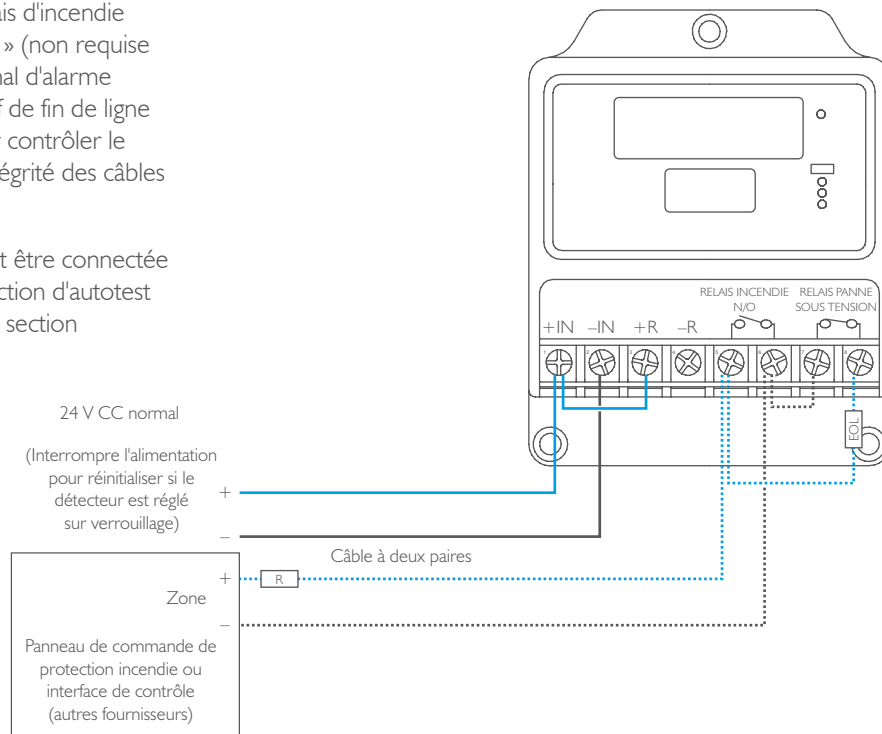

Figure 16. Schéma de connexion à quatre fils – détecteur unique
- 2) Contacts sans tension de deux relais internes RL1 (incendie) et RL2 (panne ou pré-alarme). En utilisant les contacts de relais connectés dans une configuration à quatre fils, l'état du détecteur peut être signalé à l'équipement de contrôle - voir la figure 16.